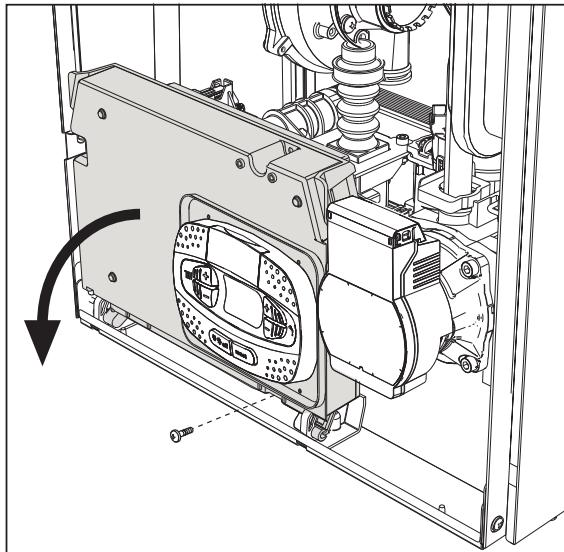
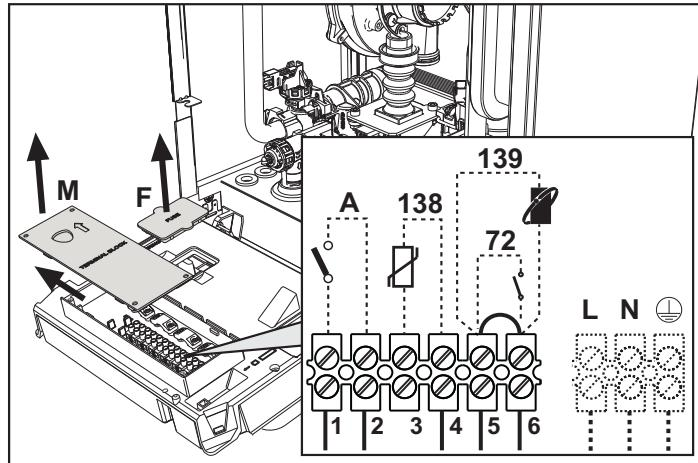

fig. 19
fig. 20
Dopo aver tolto il pannello frontale ( sez. "Apertura del pannello frontale" a pag. 32) è possibile accedere alla morsettiera (M) e al fusibile (F) seguendo le indicazioni descritte di seguito (fig. 19 e fig. 20). **I morsetti indicati nella fig. 20 devono essere a contatti puliti (non 230V).** La disposizione dei morsetti per i diversi allacciamenti è riportata anche nello schema elettrico alla fig. 63.
Configurazione Interruttore ON/OFF (A fig. 20)